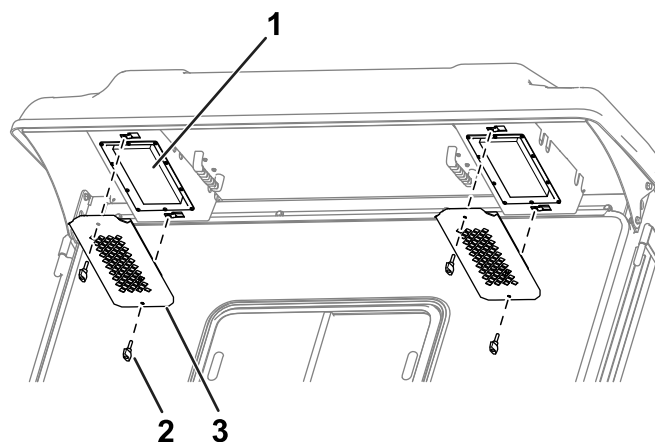

Figura 84
1. Rimuovete i pomelli e le griglie dalla sporgenza posteriore della cabina (Figura 84).
4. Utilizzate i pomelli e le griglie per montare i filtri nella cabina (Figura 84).